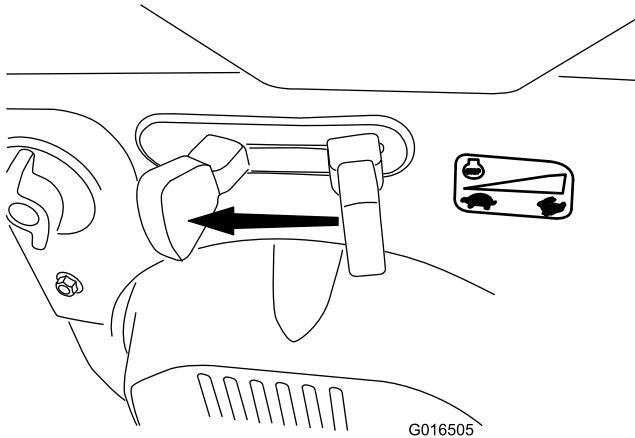

Figura 30
1. Spostate l'acceleratore in posizione di MINIMA poi in posizione di ARRESTO (Figura 30). Potete anche spegnere il motore tirando la chiave di accensione verso l'esterno nella posizione centrale.